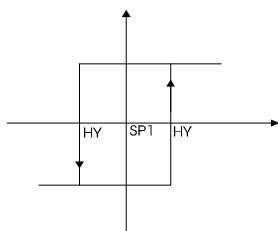

Figura 3
- a) **SP1** : programmazione del punto di intervento dell'allarme nel campo 0 ÷ 99999. Nel caso di soglia a finestra "SP1" determina la prima commutazione (vedi Figura 3).
- soglia ad intervento semplice vedi Figura 3.